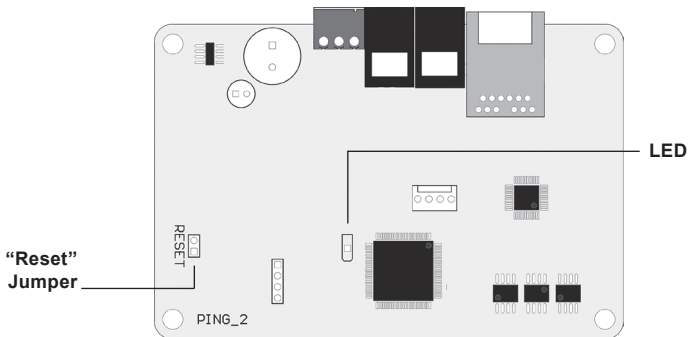

Bild 4a
2. setzen Sie den „Reset“-Jumper (Abb. 4a);